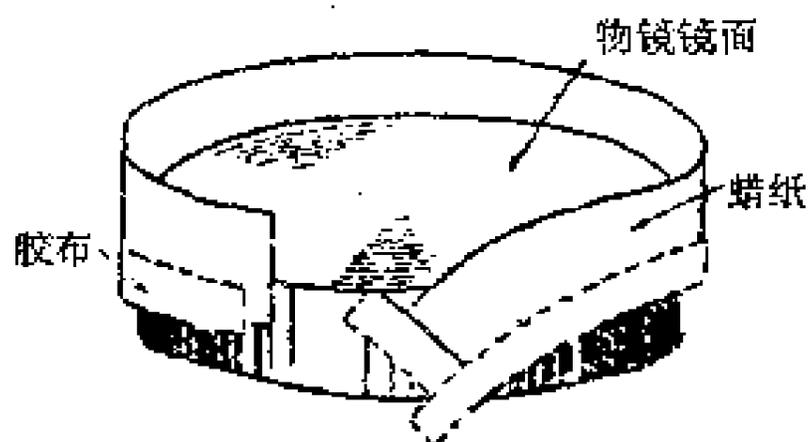

图 51 用蜡纸把镜面围起来
②清洗镜面。这是很重要的一步。如果镜面上有油污，就不能镀好银。先用棉花蘸肥皂水把镜面洗擦干净，再用净水冲洗。等镜面干后，用蜡纸把边缘围起来，纸高出镜面 30~40 毫米，围好后用胶布粘好，如图 51 所示。蜡纸外边还可以